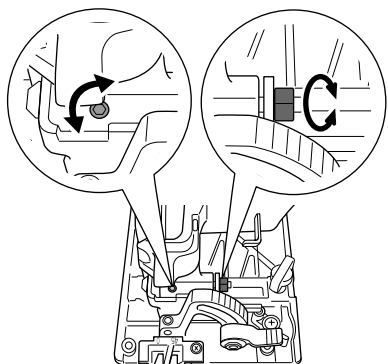

Fig. 16
- (1) Déposer uniquement les vis de montage de la charnière du carter de la scie (Fig. 16).